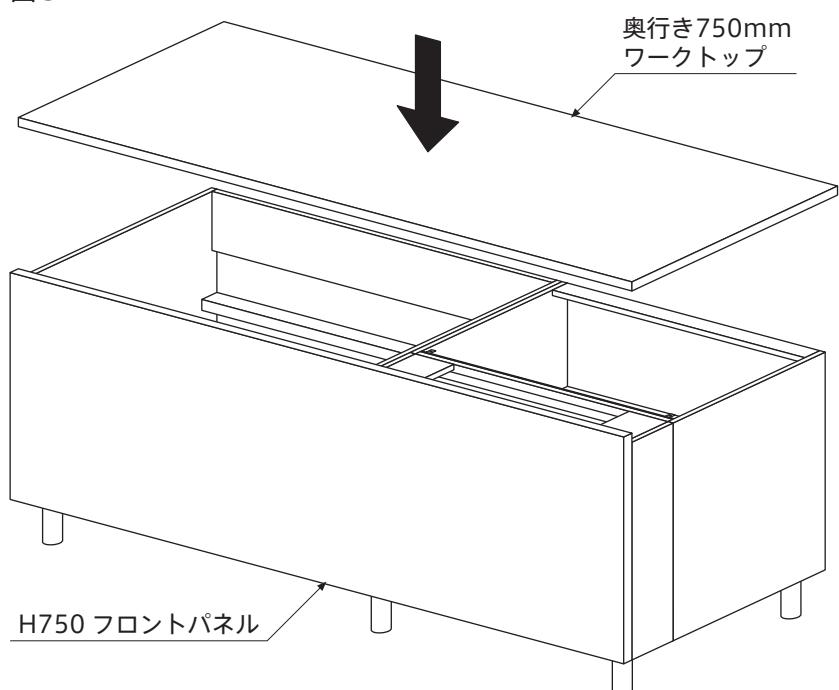

図4
※ H750フロントパネルに取付いているノルシールが2mm程度につぶれるまで押しつけて固定してください。(図4)
6. ワークトップとH750フロントパネルの隙間をシーリングします。(図4)